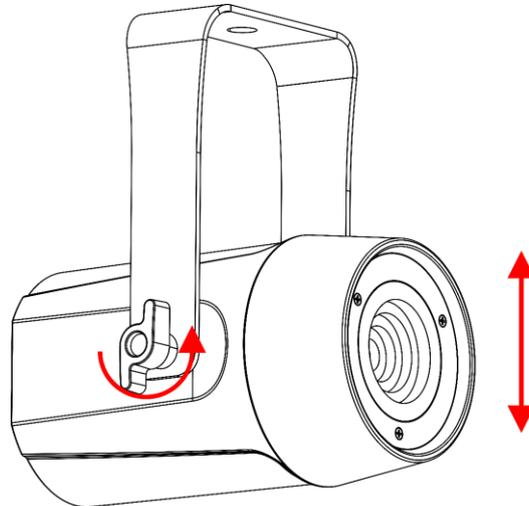

Abb. 06
- 01) Drehen Sie die 2 **Einstellschrauben (02)** gegen den Uhrzeigersinn, um sie zu lösen.
- 02) Neigen Sie das Gerät in den gewünschten Winkel (siehe Abb. 06).
- 03) Drehen Sie die 2 **Einstellschrauben (02)** im Uhrzeigersinn, um sie festzuziehen. Achten Sie darauf, dass sich das Gerät nach dem Anziehen der 2 **Einstellschrauben (02)** nicht mehr frei bewegen kann.